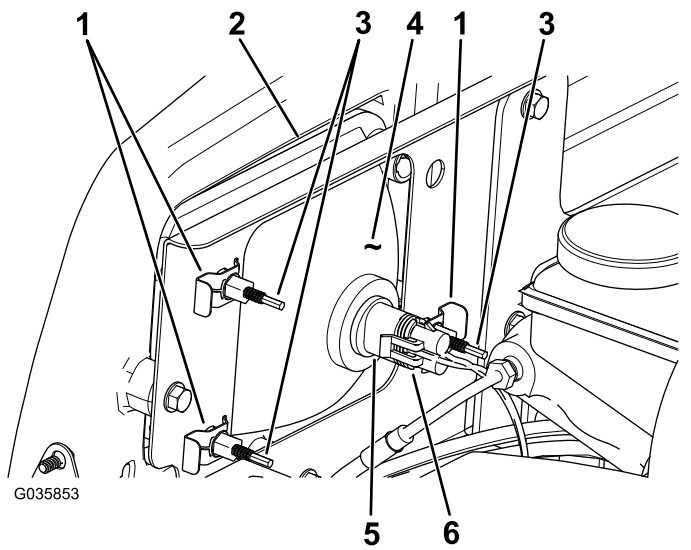

Figura 41
3. Scollegate il connettore elettrico del cablaggio dal connettore del gruppo luci (Figura 41).
4. Togliete i fermagli che tengono bloccato il fari anteriore sulla relativa staffa (Figura 41).
5. Rimuovete il gruppo fari anteriore spostandolo in avanti attraverso l'apertura nel paraurti anteriore (Figura 41).
6. Montate il nuovo fari anteriore attraverso l'apertura nel paraurti (Figura 41).
8. Collegate il connettore elettrico del cablaggio al connettore del nuovo gruppo luci (Figura 41).
2. Sul retro del gruppo fari, ruotate le viti di regolazione (Figura 41) per ruotare il gruppo fari e allineare la posizione di getto del fascio.